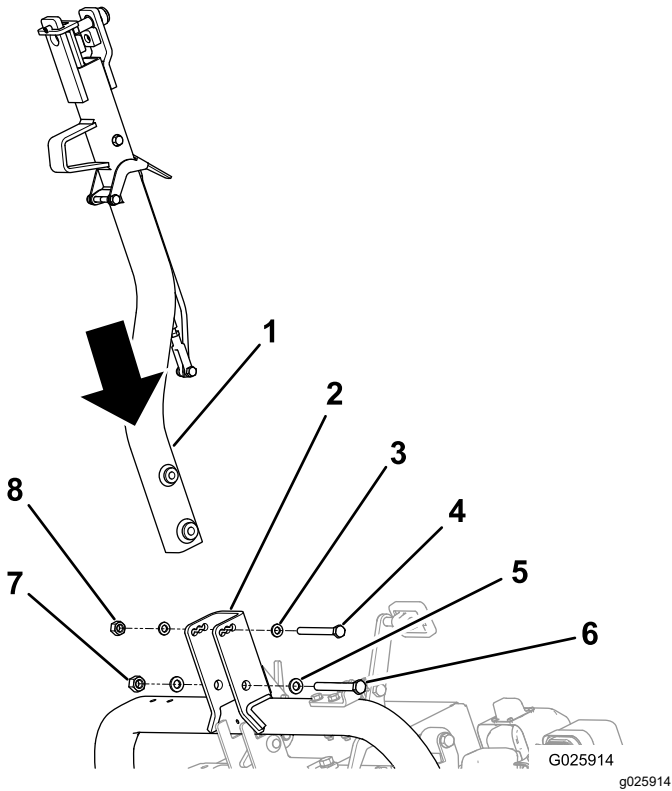

图 5
2. 使用适当的紧固件将挂钩固定到挂钩枢轴支架上请参阅 图 5。